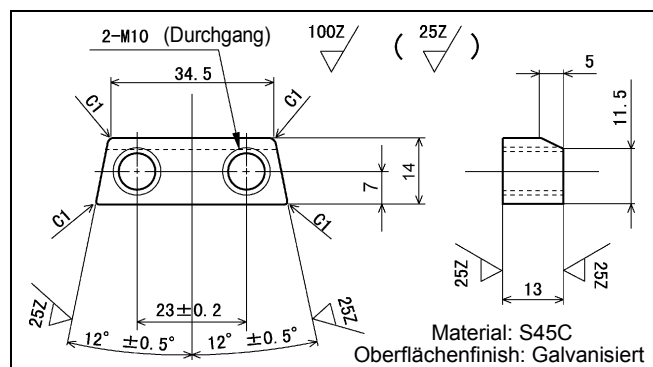

Abbildung 4-6 Mechanischer Anschlag
Zum Ändern der mechanischen Bewegungsbegrenzungen der ersten Achse ist zusätzlich zu dem voreingestellten mechanischen Anschlag an Position 1 ein weiterer mechanischer Anschlag erforderlich (siehe Abbildung 4-6).
- 3) Sichern Sie den mechanischen Anschlag, den Sie in Schritt 2) entfernt haben, und einen (wie in Abbildung 4-6 vorbereiteten) neuen Anschlag an den gewünschten Positionen (siehe Tabelle 4-4).